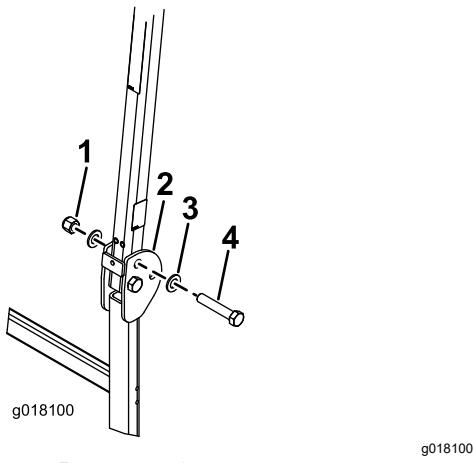

Рисунок 8
2. Установите шайбу (13/16 x 1½ дюйма) на каждый болт (¾ x 4 дюйма), как показано на Рисунок 8.
3. В отверстия, из которых были извлечены штифты, установите болты с шайбами (Рисунок 8).
как показано на Рисунок 8. Затяните гайки с моментом от 323 до 396 Н·м.
5. Затяните болт оси поворота конструкции ROPS (Рисунок 8) с моментом 91 – 113 Н·м, чтобы предотвратить любые вибрации защитной дуги и солнцезащитного навеса.